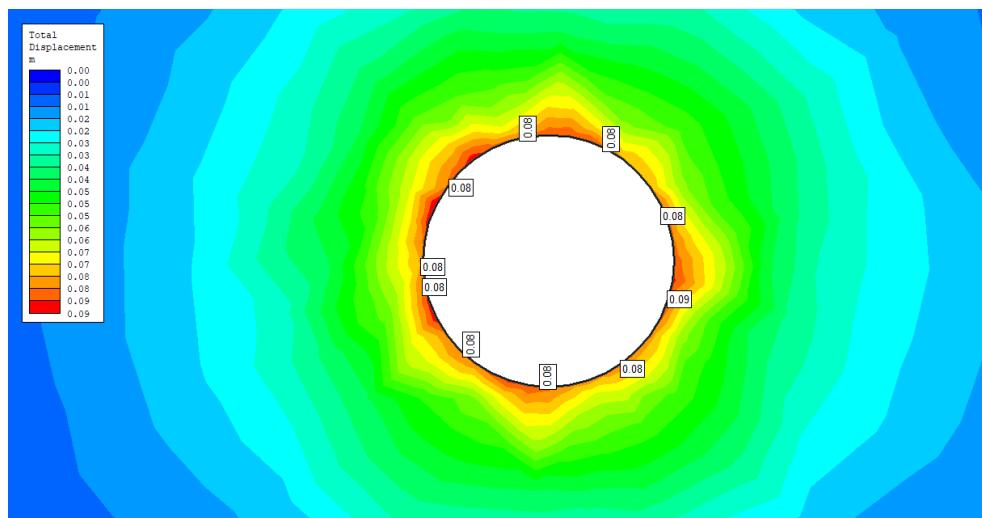

Рисунок 1.10. Картинна величин зсувів на контурі виробки
На контурі виробки правою клавішою мишко робимо клік. Висвічується вікно і лівою кнопкою мишко натискаємо на рядку «Query Boundary», далі натискаємо «On the Boundary». З'явилися ярлики із значеннями величин зсувів контуру виробки. Для більш зручної інформативності матеріалу залишимо 10 ярликів зі значеннями. Повторно правою кнопкою мишко клікаємо на ярликах, висвічується вікно і лівою кнопкою мишко натискаємо на рядку «Edit Locations». У наступному вікні лівою кнопкою мишко відзначаємо в верхньому рядку «At» і відповідно залишається 10 ярликів значень, далі «Так» (OK) (рис. 1.10).